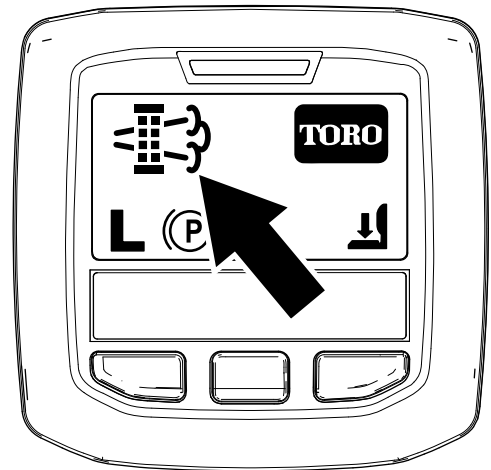

Figura 49
- Quando il computer del motore richiede una rigenerazione parcheggiata o una rigenerazione di recupero, nell'InfoCenter viene visualizzata l'icona della richiesta di rigenerazione (Figura 49).